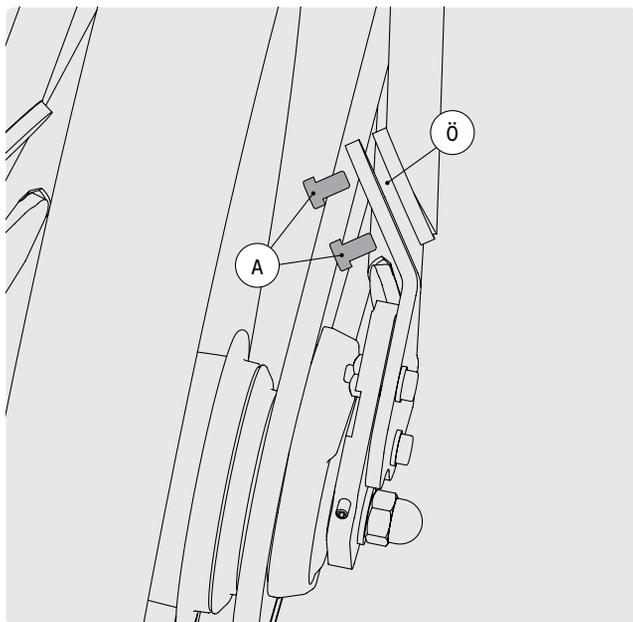

FIG. 49
- 1 Allentare entrambe le viti A del blocco del telaio (fig. 49).